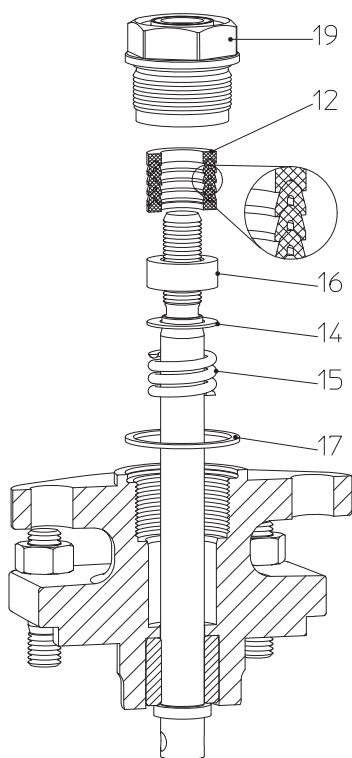
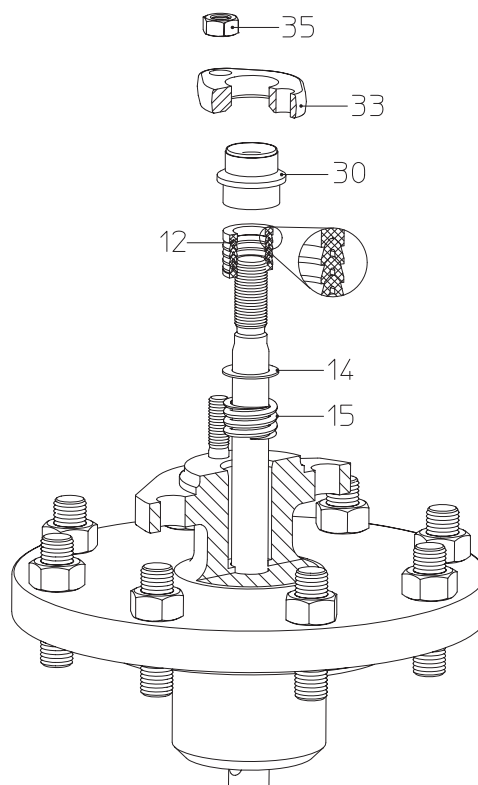

Fig. 8: Manchetter DN15-100
Fig. 9: Manchetter DN125-150
- Ved udskiftning af manchetterne (pos. 12) skal man overholde den rigtige rækkefølge og de enkelte deles indbygningsposition (se Fig. 8 - Fig. 9).
- DN15-100: Pakningen (pos. 17) skal udskiftes.